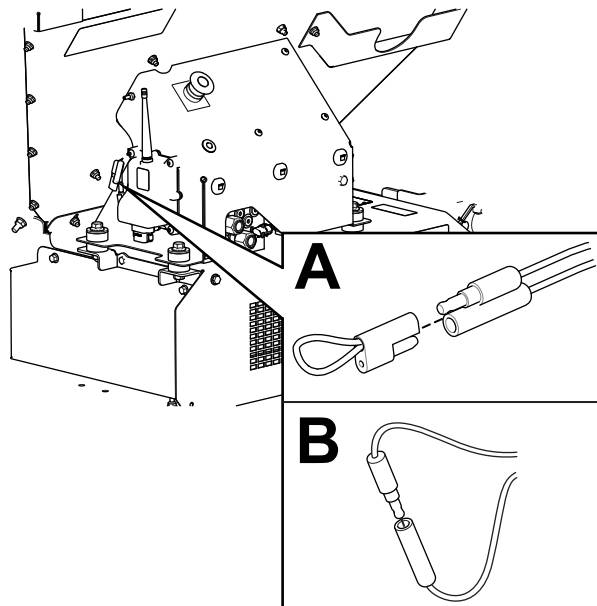

Figura 62
2. Tragei capacul ataat de pe cei 2 conectori de untare de diagnoză (Figura 62, A).
3. Conectai conectorii de untare de diagnoză împreună (Figura 62, B).
2. Deconectai conectorii de untare de diagnoză (Figura 62, B).
3. Împingeți capacul atașat pe cei 2 conectori de untare de diagnoză (Figura 62, A).